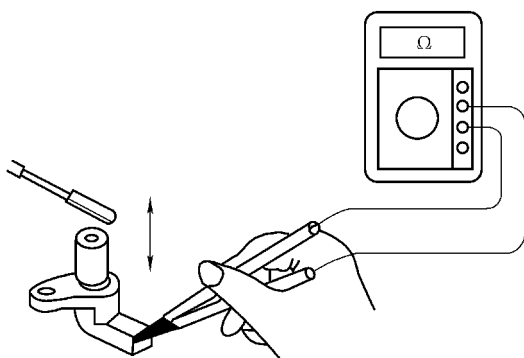

图 6-38 单体检测车速传感器的脉冲电压
(3) 单体检测 拆下车速传感器,测量传感器的输出脉冲电压。具体方法:用一根铁棒或一块磁铁迅速靠近或者离开传感器,同时用万用表测量传感器两接线端子间有无脉冲电压产生,如图 6-38 所示。